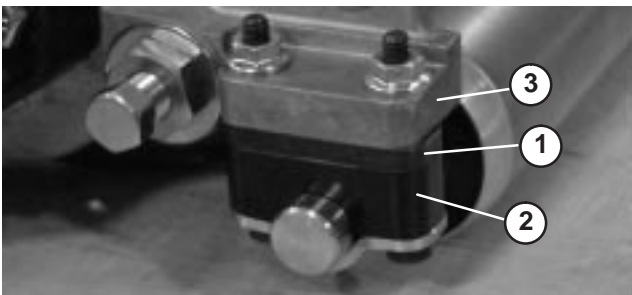

Bild 11
- Positionieren Sie das Distanzstück unter den Montageflansch der Seitenplatte, wenn der Schnitthöhenbereich zwischen 3,18 mm und 25,4 mm liegen soll (Bild 11).